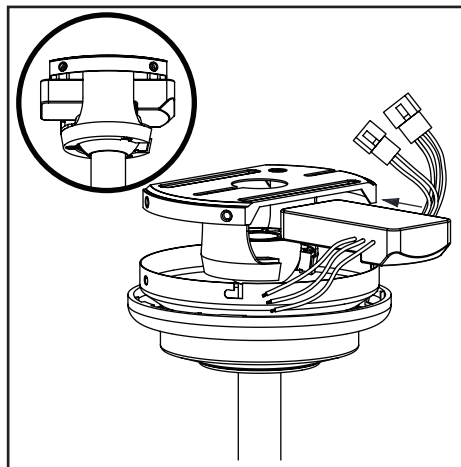

Figure 14
2. Insérez l'extrémité étroite du récepteur (tel qu'illustré, côté plat orienté vers le plafond) dans la traverse, jusqu'à ce qu'il repose sur le haut de l'ensemble boule/tige de suspension. (Figure 14)